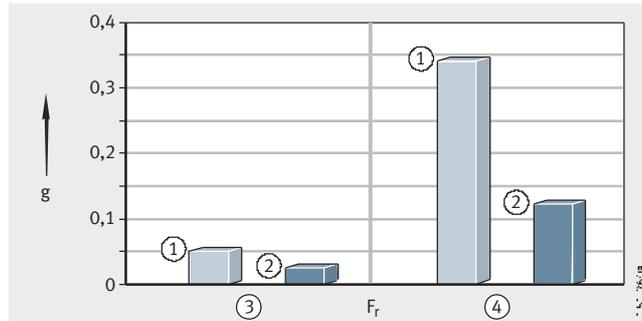
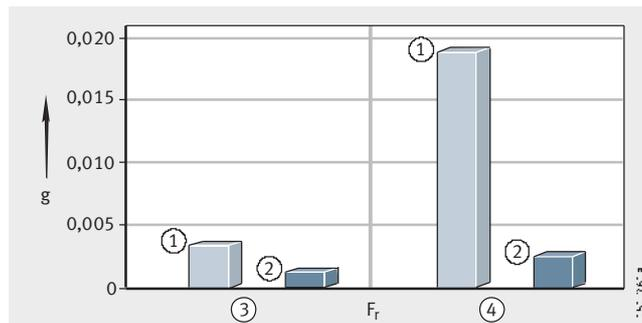

Bild 4
Bild 5
- Geringerer Verschleiß zwischen der Außenring-Mantelfläche und der Gegenlaufbahn, *Bild 4* und *Bild 5*.
Mittelwert aus mehreren Prüfläufen nach 360 000 Überrollungen, Bild 4.
Mittelwert aus mehreren Prüfläufen nach 8 000 000 Überrollungen, Bild 5.